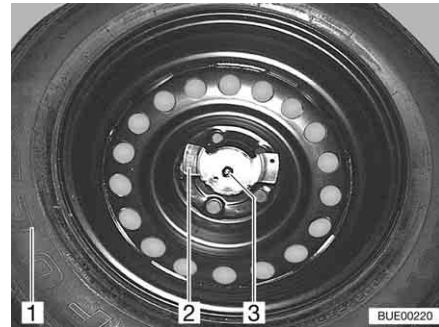

Bild 229 Ersatzrad-Befestigung
- Die beiden Muttern (Bild 229,2 und 3) abschrauben.
- Das Ersatzrad (Bild 229,1) dem Ersatzrad-Halter entnehmen.